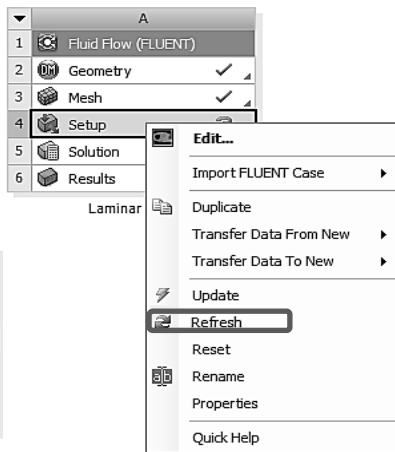

Рис. 1.32
- 1) Чтобы считать геометрию и сетку во FLUENT кликните правой кнопкой мыши по Setup и в контекстном меню выберите Refresh, рис. 1.32.